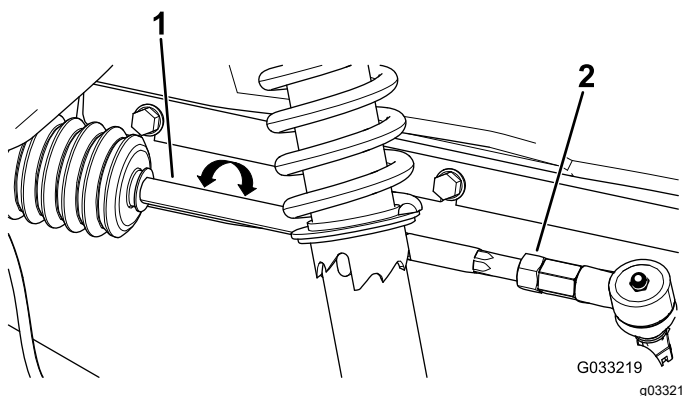

Figura 42
2. Si la medición no se encuentra entre 0 y + / - 3 mm, afloje las tuercas autoblocantes en el extremo exterior de las bielas (Figura 42).